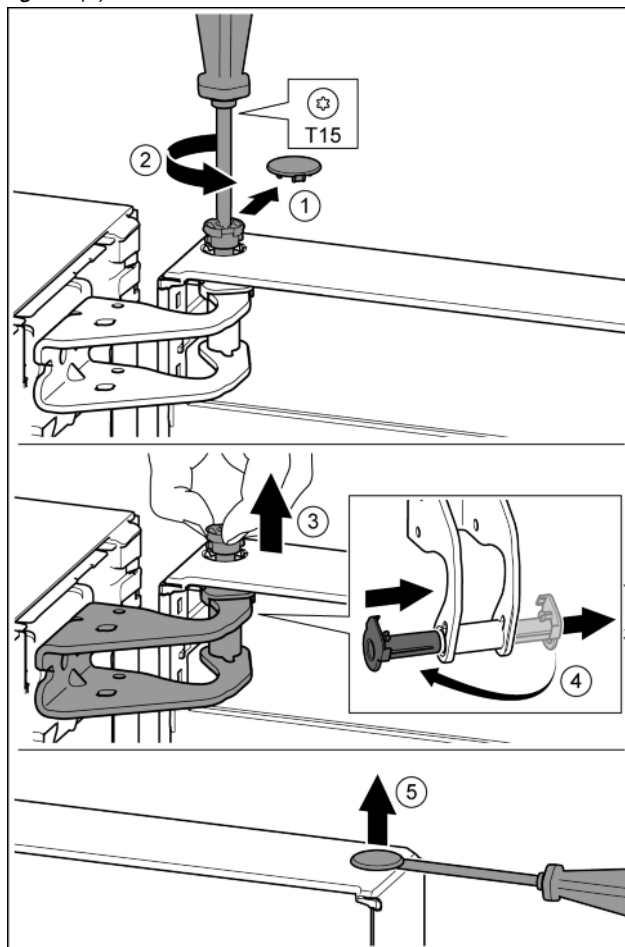

Fig. 11
- Desprindeți cu precauție capacul de siguranță. *Fig. 11 (1)*
- Extrageți puțin bolțul prin rotire cu șurubelnița T15. *Fig. 11 (2)*
- Țineți ferm ușa și extrageți bolțul cu degetele. *Fig. 11 (3)*
- Extrageți cuzinetul din ghidaj. Introduceți din partea opusă și fixați în poziție. *Fig. 11 (4)*
- Ridicați cu precauție dopul din cuzinetul ușii cu o șurubelniță plată și extrageți-l. *Fig. 11 (5)*